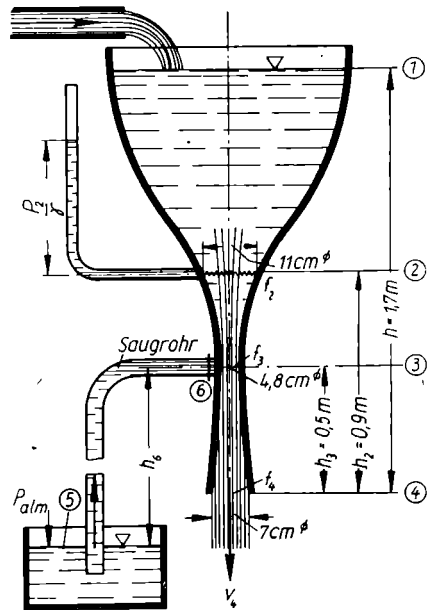

Bild 262
81. Bei dem in Bild 262 skizzierten Gefäß wird der Wasserspiegel durch Zufluß in unveränderter Höhe gehalten. a) Wie groß ist die theoretische Ausflußgeschwindigkeit v_4 in dem 1,7 m unter dem Wasserspiegel gelegenen tiefsten Querschnitt, wenn das Saugrohr so eng ist, daß seine Wirkung vernachlässigt werden kann? b) Wie groß ist die Ausflußgeschwindigkeit und der Reibungsverlust, wenn die durch Reibung verursachte Ausflußzahl $\mu = 0,96$ ist? c) Welcher statische Druck herrscht in dem Querschnitt f_2 bei den gegebenen Maßen, wenn die Reibung bis dahin vernachlässigt werden kann? d) Ebenso im engsten Querschnitt f_3 , wenn der Reibungsverlust bis dahin $\frac{3}{4}$ des Ganzen beträgt? e) Aus welcher Tiefe kann durch ein seitlich bei f_3 angeschlossenes Saugrohr Wasser angesaugt werden, wenn in diesem Saugrohr 0,4 m für die Erzeugung der Geschwindigkeit und für Verluste zu rechnen ist und die angesaugte Wassermenge verhältnismäßig recht klein ist, so daß der Arbeitsverlust in der Düse, der dadurch entsteht, vernachlässigt werden kann?